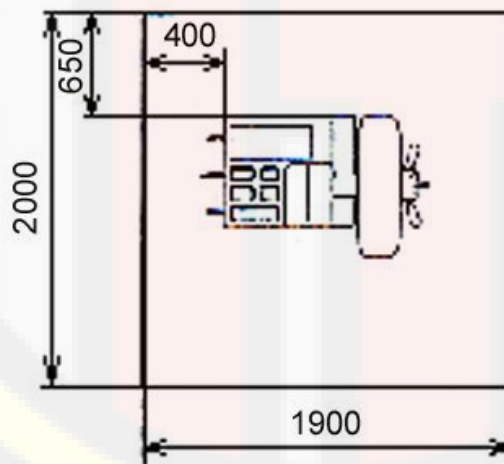

Рисунок 3
7.1.1 БМ должен быть установлен в сухом отапливаемом помещении (рабочие значения температуры воздуха от +10 до +35°C, верхнее значение относительной влажности 80% при 25°C). Для установки БМ требуется площадь не менее 1900x2200мм, несущей способностью не менее 5000 Н/м2 (БМ устанавливается в центре данной площадки, см. рис. 3).